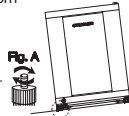

Fig. 2
- Gire las patas ajustables delanteras (izquierda y derecha) para nivelar el refrigerador (Ver Fig. 2).